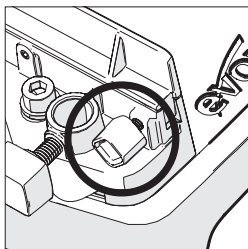

Fig. 4
- Afloje el tornillo de mariposa (Fig. 4).